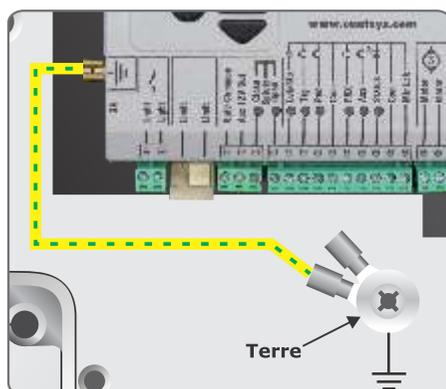

FIGURE 42
9. Fixez le câble de mise à la terre de 220V sur le goujon de mise à la terre dans l'enceinte de la boîte murale, comme indiqué dans la figure 42.